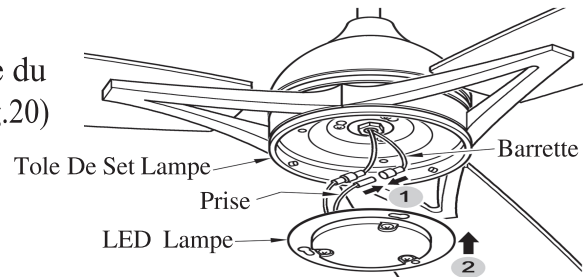

FIG.20
4. Brancher ensemble les fils du kit d'éclairage du ventilateur et ceux de la lumière à DEL. (Voir fig.20)